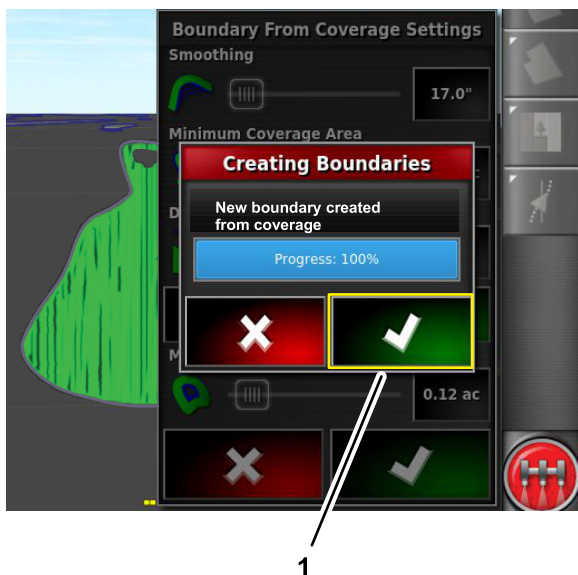

図 55
8. 「カバー領域からの境界」設定の承認ボタンを押す図 55。